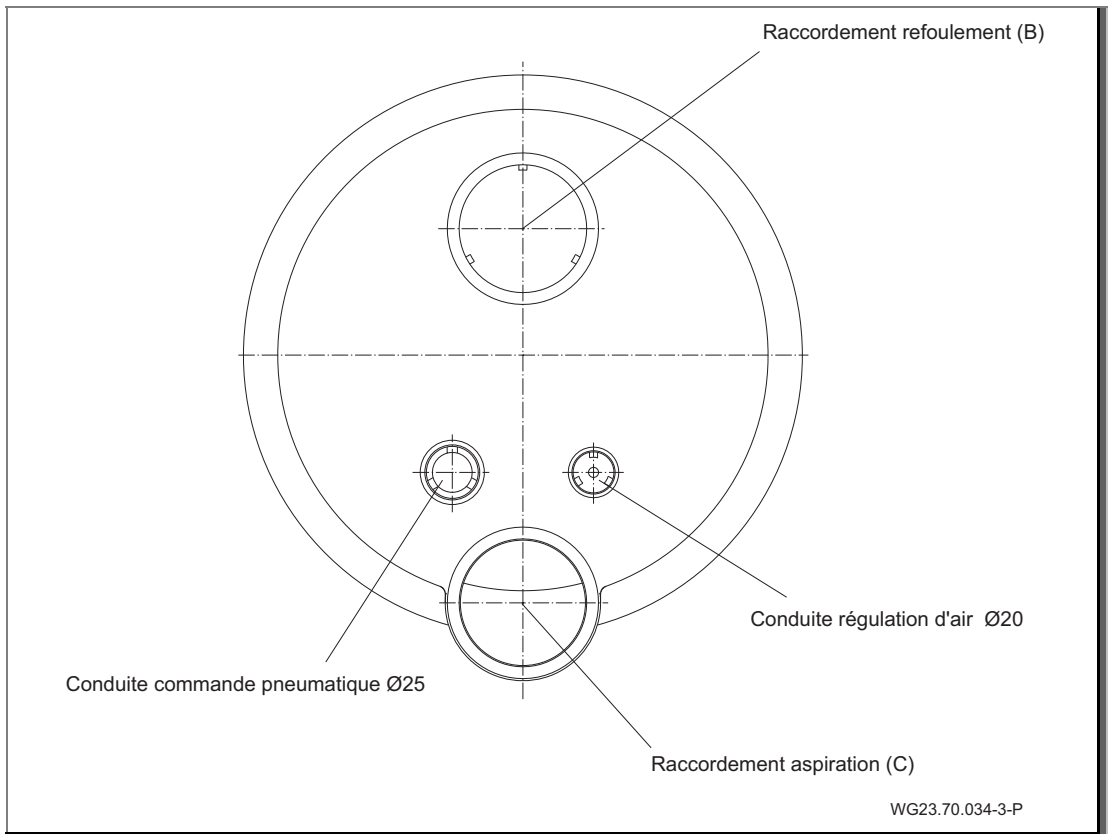

Fig. 15
1. Coller la gaine de protection des câbles et de la gaine de la conduite d'air. (Fig. 15)